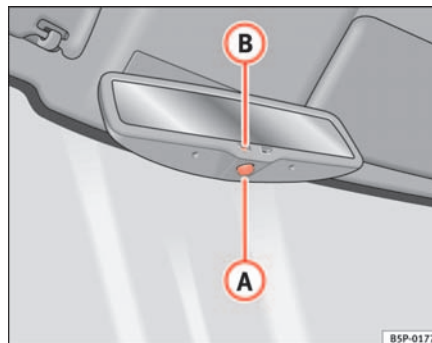

Fig. 66 Retrovisor interior con ajuste automático para posición antideslumbrante.
- Pulse la tecla **A** ⇒ fig. 66. El testigo de control **B** se apaga.
- Pulse la tecla **A** ⇒ fig. 66. El testigo de control se enciende.